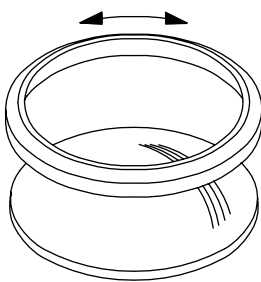

Fig.6-14.2 Rectificado
3. Rectificar el nuevo asiento en el segmento de esfera. Añadir pasta abrasiva a la válvula y frotar el asiento y el segmento de esfera uno contra el otro hasta obtener una superficie mate continua alrededor de las superficies de sellado (→ Fig. 6-14.2).
Rectificar el segmento de esfera dentro del nuevo asiento. utilizar pasta abrasiva para válvulas y frotar el asiento y el segmento de esfera uno contra el otro hasta que la superficie del área de sellado esté mate parejo (→ Fig.6-14.2).